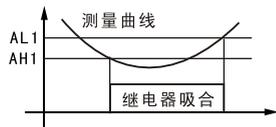

图2
3. 设定 AH1<AL1 (AH2<AL2), 当测量值 $\leq$ AH1时, 继电器吸合; 当测量值 $\geq$ AL1时继电器释放, 继电器动作情况见图2, 常用于下限报警。